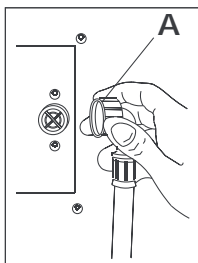

fig. 6
- Ligar à união de 3/4" do forno o tubo de alimentação da água aparafusando a união do tubo (A- Fig. 6)